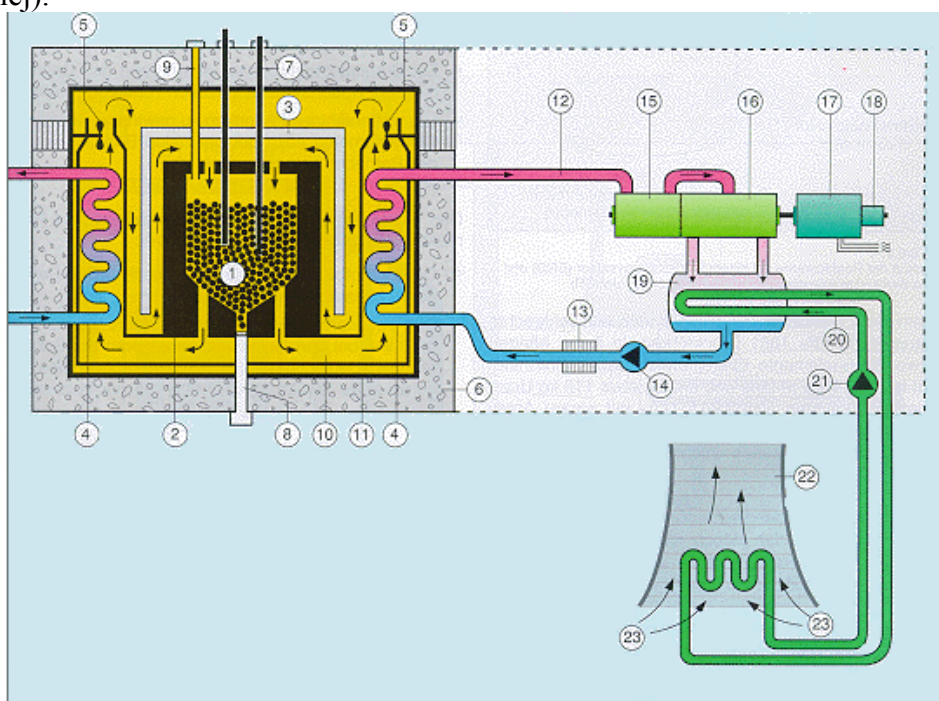

Fig. 7 - Schemat budowy reaktora THGR. [9]
Dzięki tak złożonej budowie elementu paliwowego możliwe jest utrzymywanie w rdzeniu temperatury na poziomie 1100°C. Budowa reaktora została przedstawiona na rysunku Fig.7. Sarkofag reaktora (6) jest